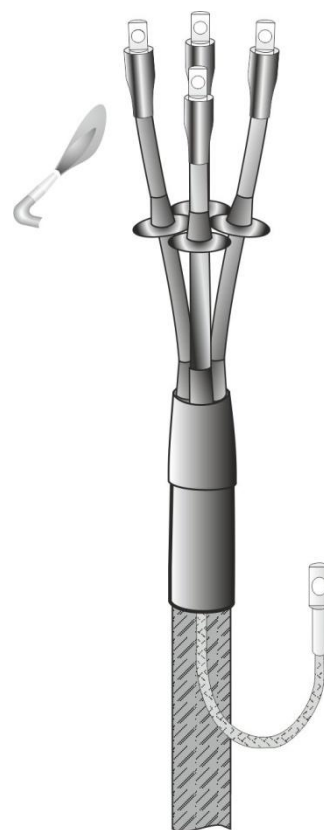

Рис.11
10.Надвинуть термоусаживаемые манжеты на трубчатую часть наконечников и усадить, начиная от середины. После усадки по торцам манжет должен выступить клей (Рис.11).